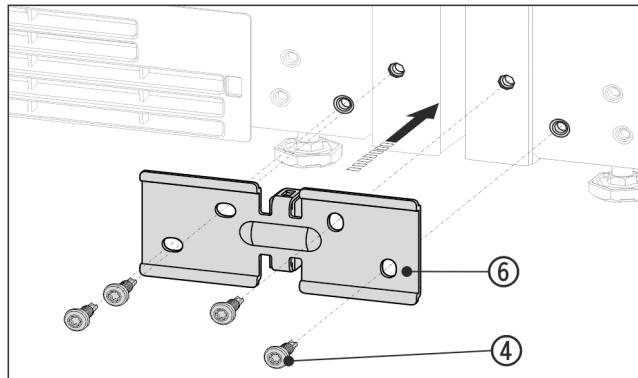

Fig. 14 Примерно изображение
- ▶ Вкарайте Ѹгъла Fig. 14 (6) с дистанционера между уредите и завинтете хлабаво с 4 винта Fig. 14 (4).